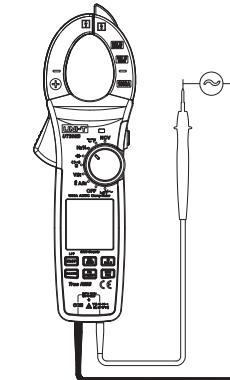

Рис. 11
11. Измерение частоты / коэффи. заполнения (Рис. 11)